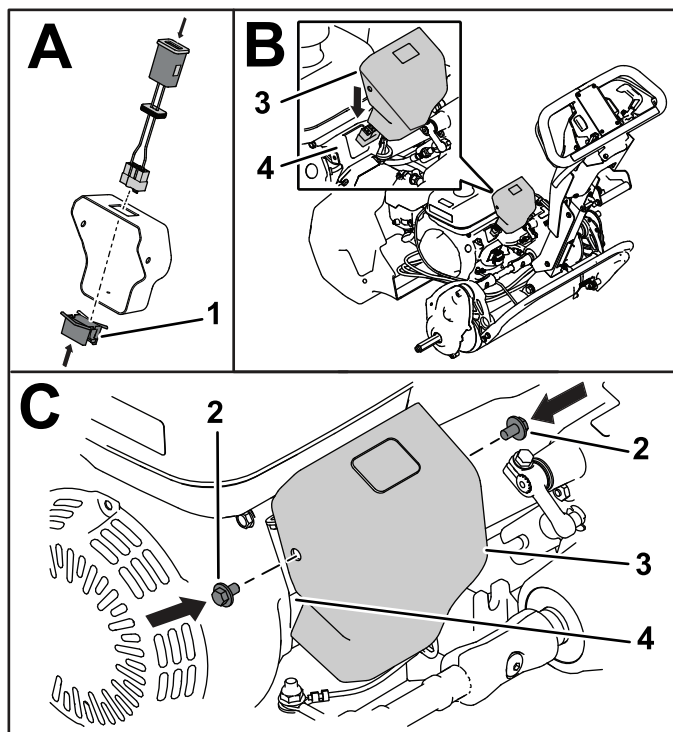

Figura 4
5. Utilizai clema pentru a monta WHM la nivelul capacului. Ghidai fasciculul de cabluri wireless prin consolă. **Figura 4**.
6. Instalezi capacul la nivelul consolei i conexiunile fasciculului de cabluri cu 2 uruburi cu guler, aa cum se arată în **Figura 4**.